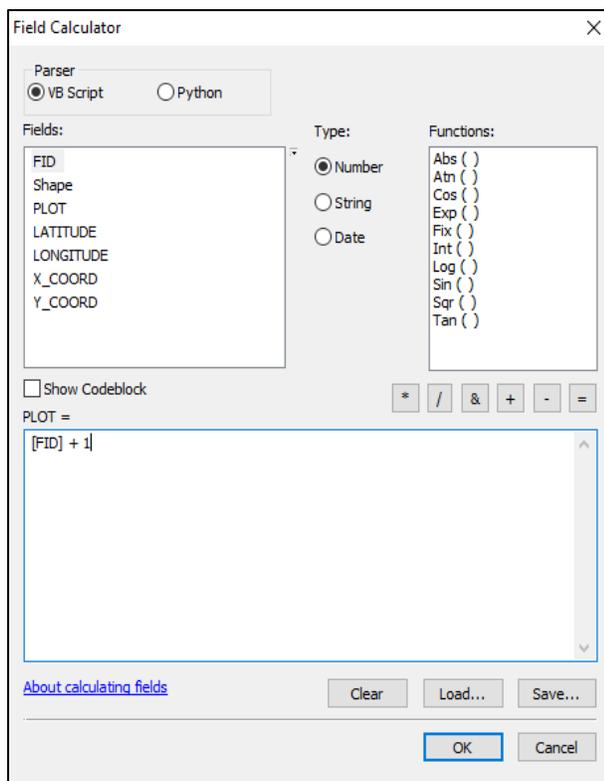

Figura 13. Formula para la calculadora de campos
2.4.2.2 Escribir la fórmula: “[FID] + 1” como se muestra Figura 13.